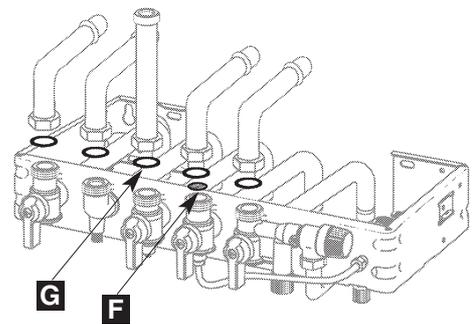

Fig.12
- mettre en place les différents joints, **G (caoutchouc) sur le gaz**, plus le **filtre eau F sur l'eau froide**, et serrer les raccords des tubes de liaison en commençant par le tube gaz (fig. 12)